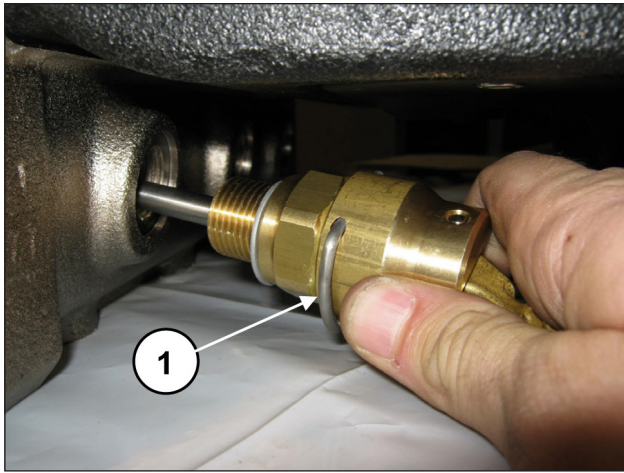
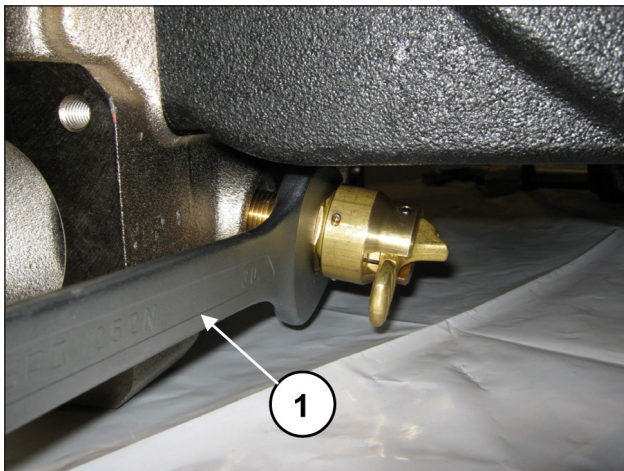

Fig. 170
Fig. 171
Aplique os dispositivos de abertura das válvulas (pos. ①, Fig. 170) e aperte-os mediante chave de 30 mm (pos. ①, Fig. 171).